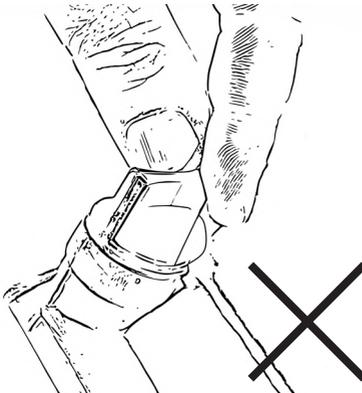

Figure 20
Ne jamais tourner le bouchon de remplissage d'huile avec la jauge connectée dans le filetage lors de la lecture du niveau d'huile. Cela conduit à un résultat de mesure erroné, fig. 20.
- Plongez la jauge entièrement dans l'huile. Ne vissez jamais la jauge dans le filetage, fig.20.